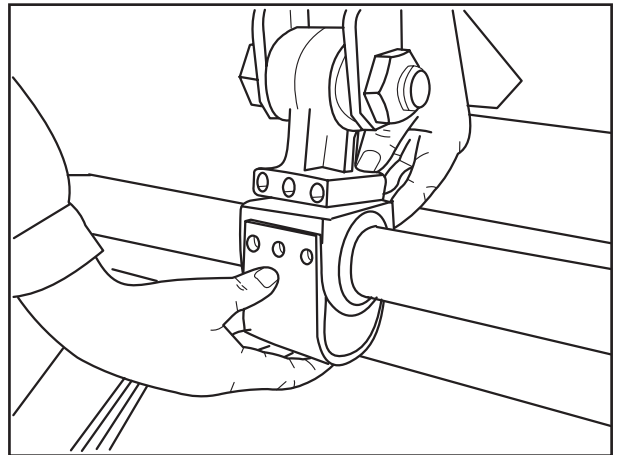

Fig. 8
- [14] Formblech auf die Buchsenhälften aufschieben (Fig. 8).
[14] Fit shaped plate onto the bush halves (fig. 8).
[14] Pousser la tôle profilée sur les demi-douilles (fig. 8).